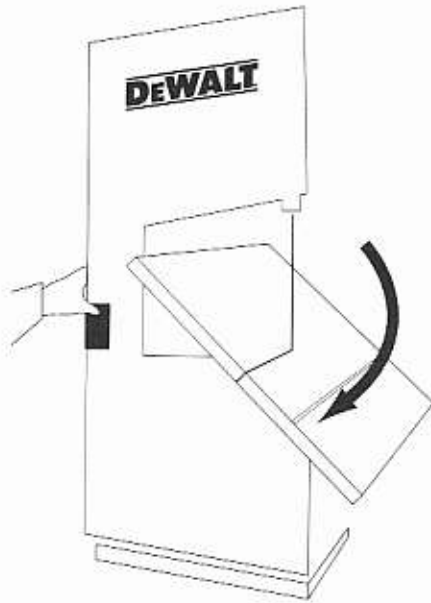

Figure D2
2. Ouvrez la porte le plus possible (fig. D2).